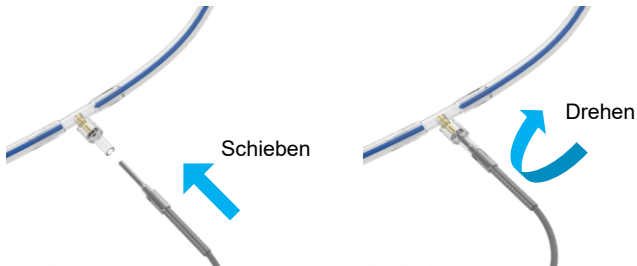

Abbildung 16 Anschluss des Temperatursensors an das Perfusionsset
- Schließen Sie den blauen PV T2-Sensor an die PV-Perfusionsleitung an, Abbildung 16; er befindet sich am Ausgang des Behälters für die Leber.